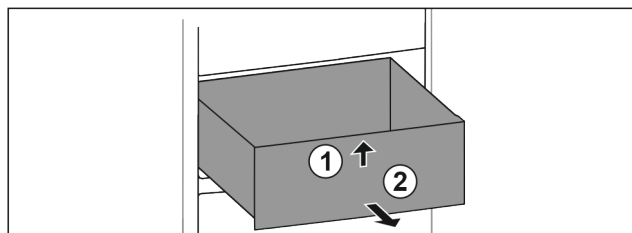

Fig. 134
- ▶ 抬起抽屉前部。 Fig. 134 (1)
- ▶ 朝前取出抽屉。 Fig. 134 (2)